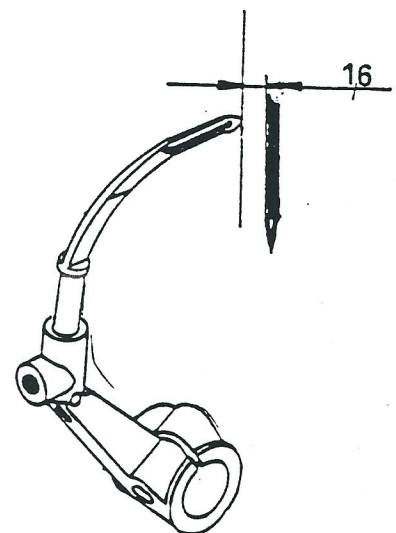

Abb. 10
- Der Abstand zwischen Kettenstichgreiferspitze und Nadelumfang der Kettenstichnadel beträgt im linken Umkehrpunkt 1,6 mm (Abb. 10).